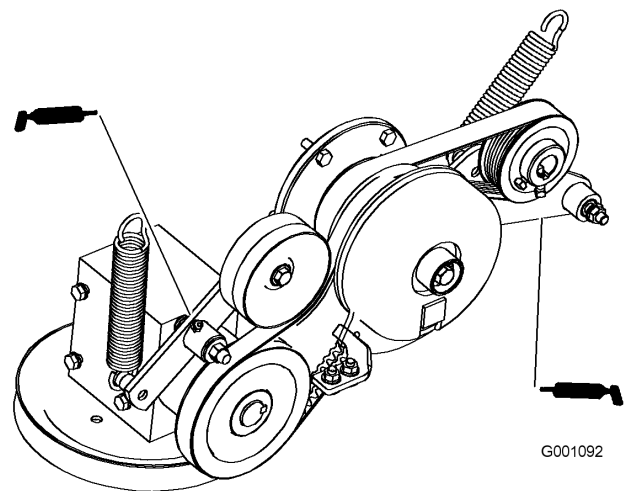

Figura 30
7. Engrase el brazo tensor de la correa de transmisión de la PTO (Figura 30).
8. Engrase el brazo tensor de la correa de la bomba (Figura 30).